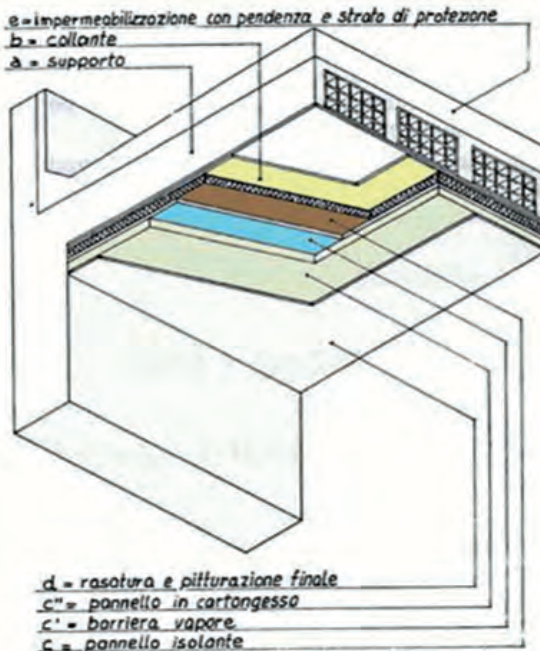

Figura 4. Isolamento interno su copertura piana.
- **Copertura piana con isolante interno:** la tecnica consigliata consiste nella coibentazione del solaio dall'interno (Figura 4), e risulta particolarmente utile in quei casi in cui sia impossibile eseguire la coibentazione sull'estradosso del solaio, che rimane comunque la tecnica di coibentazione da preferirsi poiché particolarmente adatta ad eliminare i ponti termici e il conseguente rischio di condense. La tecnica comporta la posa in opera di pannelli isolanti, in genere già finiti e solo da tinteggiare, da incollare sull'intradosso della soletta. In altri casi si utilizza un pacchetto costituito da componente isolante e gesso rivestito con alluminio. Lo spessore dei pannelli è funzione delle dispersioni termiche della copertura, ma comunque non inferiore a 2 cm.